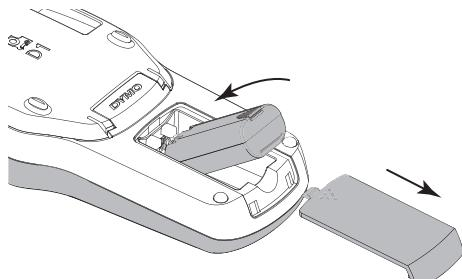

图 2
- 1 将电池舱盖从标签打印机上滑下来。请参考图 2。
- 2 将电池舱盖从标签打印机上滑下来。请参考图 2。